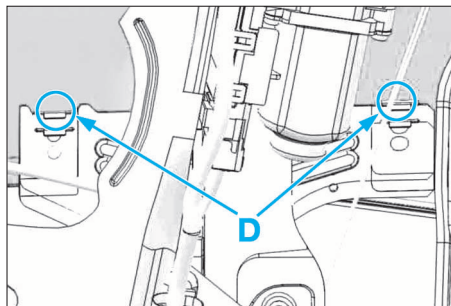

FIG. 70
- Déclipper la vitre en D (Fig.70).